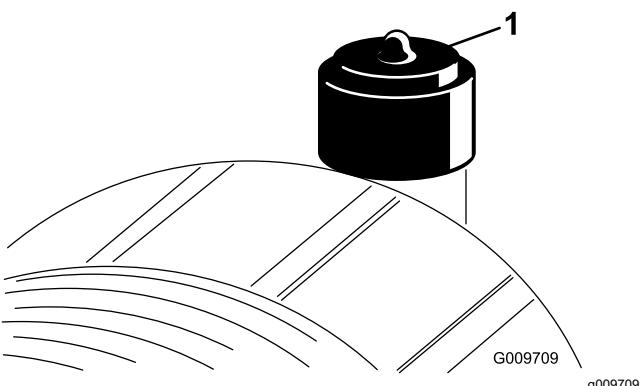

Рисунок 53
Фильтр воздухоочистителя следует обслуживать только при соответствующих показаниях индикатора необходимости технического обслуживания (Рисунок 53). Замена воздушного фильтра без необходимости только увеличивает вероятность попадания грязи в двигатель при извлечении фильтра.
- Сбросьте индикатор (Рисунок 53), если он стал красным.